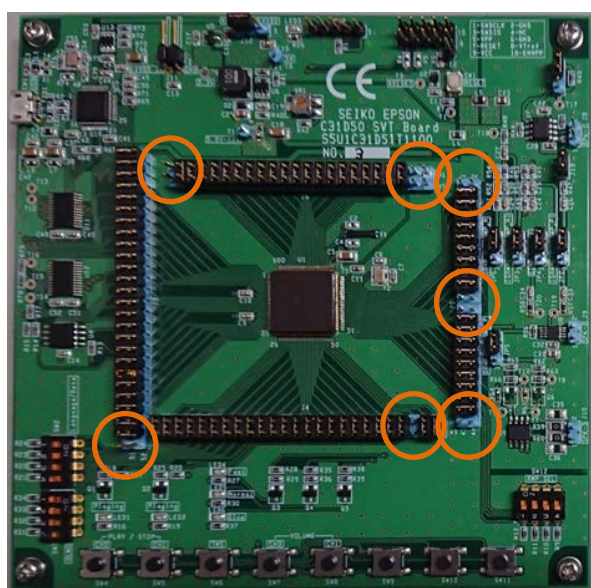
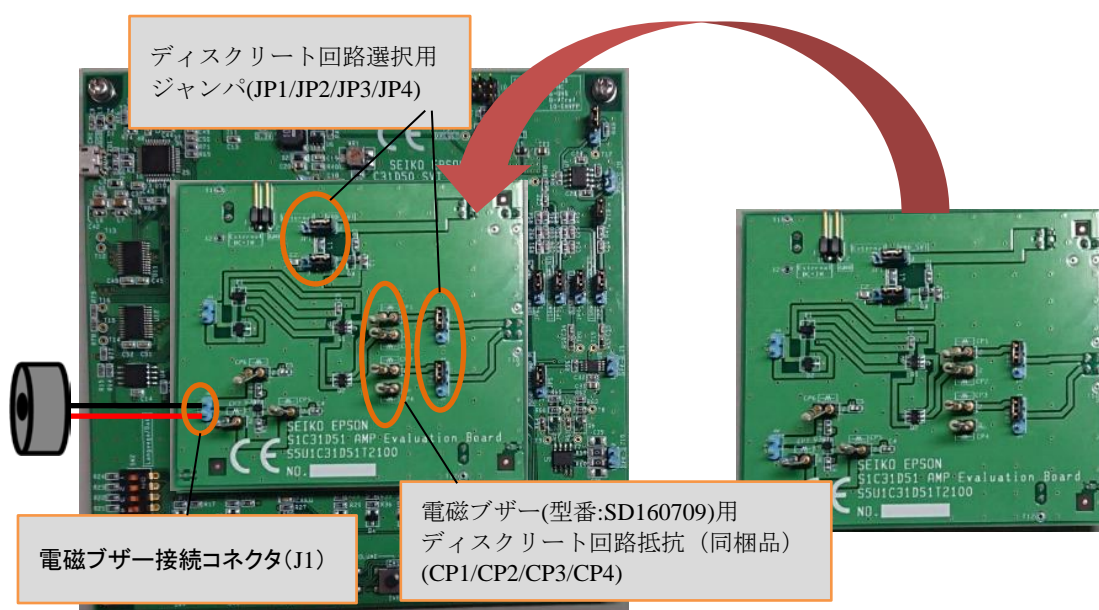

図 3.20.3 評価ボード(S5U1C31D51T1)のジャンパ設定 (ブザーボード(S5U1C31D51T2)との勘合時)
図 3.20.4 電磁ブザー使用時のブザーボード(S5U1C31D51T2)のジャンパ設定および抵抗値
1. 評価ボード(S5U1C31D51T1)とブザーボード(S5U1C31D51T2)を、シルクの向きを合わせて勘合します。(表 3.20.3、図 3.20.3、図 3.20.4 参照)
2. ブザーボードのジャンパおよび抵抗値を確認します (表 3.20.4、図 3.20.4 参照)。
3. ブザーボード(S5U1C31D51T2)に同梱の電磁ブザー(TDK 製 SD160709)を、ブザー接続コネクタに接続します (図 3.20.4 参照)。